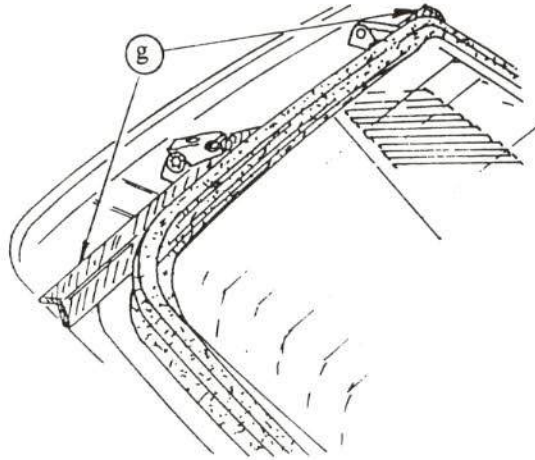

FIGURA 9.—Colocación de las calas
- Levantar el brazo de las bisagras que se unen con el portón para poder poner debajo unas calas, según "g" (véase figura 9).